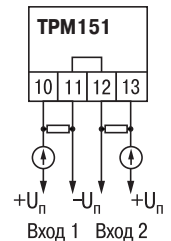

Рис. 21
3. Для питания нормирующих преобразователей необходим дополнительный источник постоянного напряжения  $U_n$ . На рис. 21 показаны схемы подключения датчиков с унифицированным выходным сигналом 4...20 мА к приборам по двухпроводной линии. Значение напряжения  $U_n$  указывается в технических характеристиках нормирующего преобразователя и, как правило, лежит в диапазоне 18...36 В.